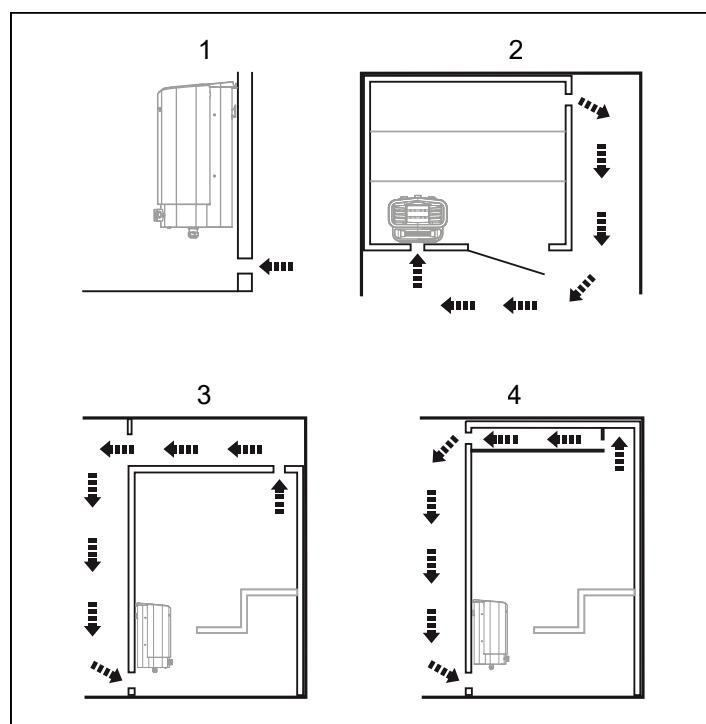

Fig 4: In- och utluftventilens placering
- Ventilation av bastu ska utföras enligt instruktioner i denna manual (se Avsnittet Inluftsventilens placering, fig 4, Avsnittet Utluftsventilens placering, fig 4).
- Placera inluftsventilen (se Avsnittet Inluftsventilens placering, fig 4).
- Placera utluftsventilen (se Avsnittet Utluftsventilens placering, fig 4).
- med maximalt avstånd till inluftventilen, t.ex. i diagonal (se Fig 4).
- högt på väggen eller i taket (se Fig 4).